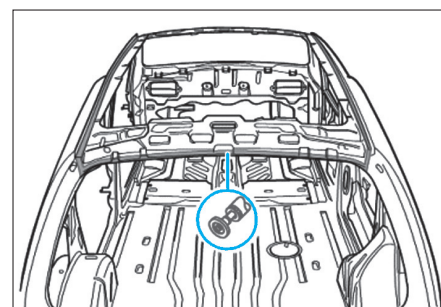

FIG. 41
- Enlever les morceaux de tôle restants (Fig.41).